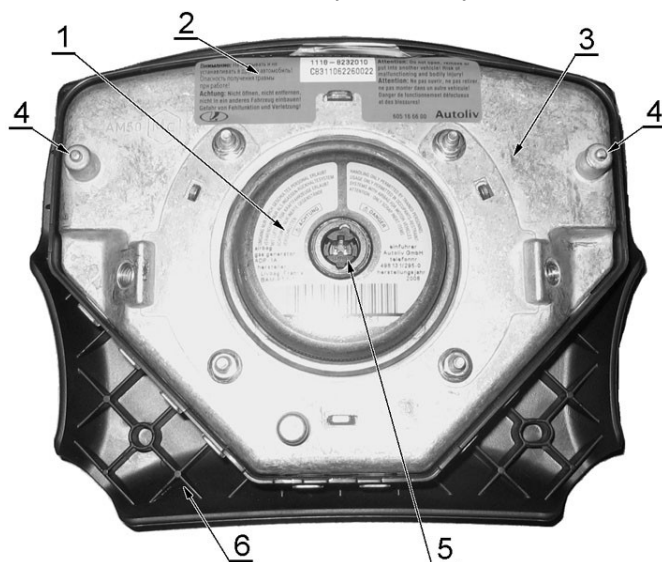

Рисунок 2 – Модуль газогенераторный 1118-8232010-00 (вид сзади):
5.2 Модуль газогенераторный (МНПБВ), рисунок 2, состоит из газогенератора 1, корпуса 3, со сложенной в нем надувной подушкой, облицовочной крышки 6 и крепежных деталей.